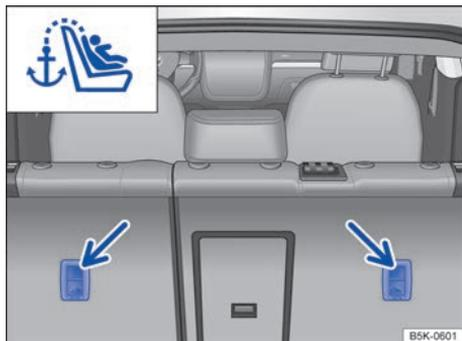

Fig. 28 Argollas de sujeción en la parte posterior del asiento trasero para fijar el cinturón de fijación superior.
- Enganche el cinturón de fijación superior en la argolla de sujeción correspondiente marcada como Top Tether en el maletero → fig. 28.